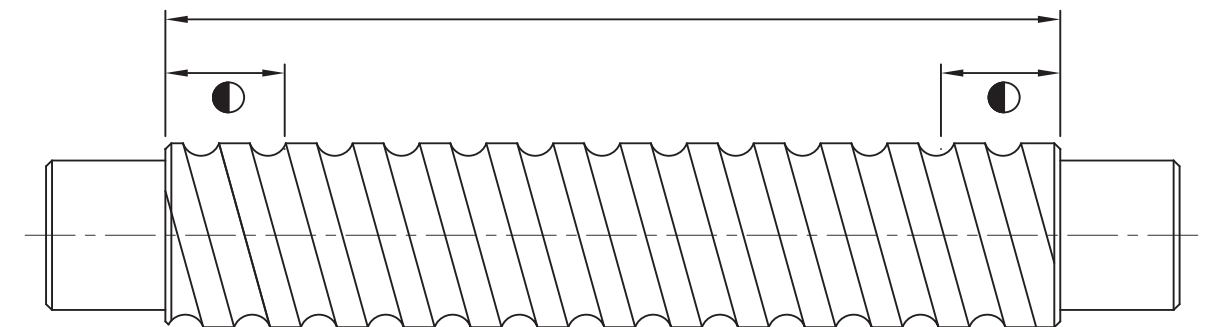

图1.5.5 螺杆有效热处理范围
2. 螺杆热处理时於靠近肩部加工的螺纹牙部份有10~20mm长度必须保持软料，以便於肩部加工。此区域会标示记号於BAILI图面上，如图1.5.5所示。如您有特殊之要求，请於订购时与BAILI业务人员询问。